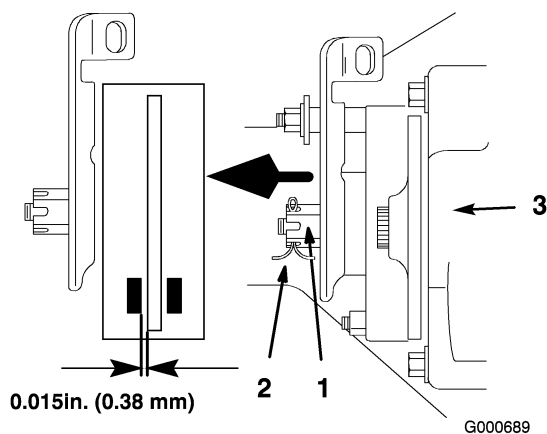

Bild 51
3. Entfernen Sie zum Einstellen der Bremse den Splint und lockern Sie die Bremseinstellmutter etwas (Bild 51).
4. Stecken Sie eine 0,38 mm Fühlerlehre vorsichtig zwischen den äußeren Bremsklotz und die Bremsscheibe (Bild 51).